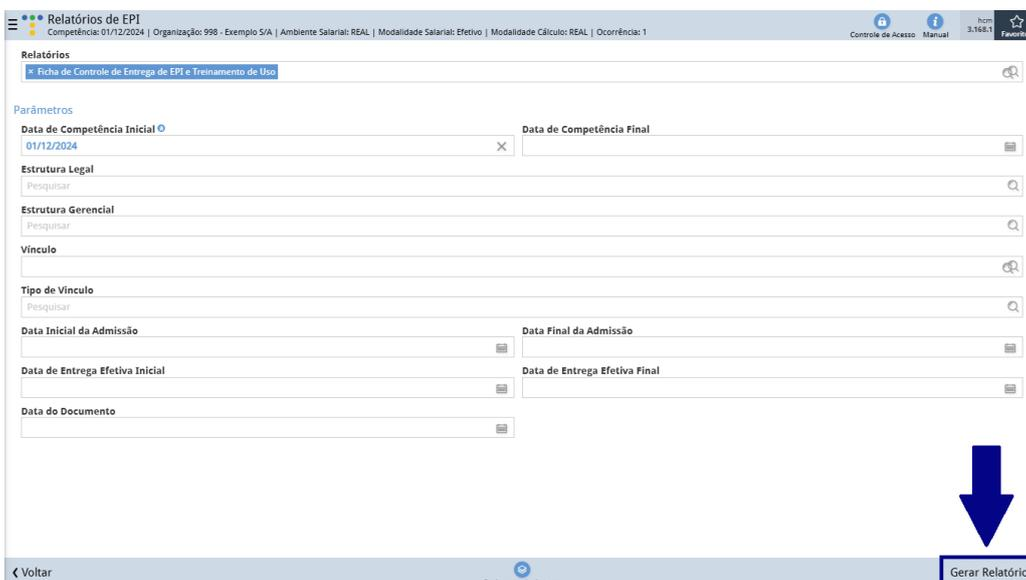

Figura 91: Gerar Relatório
4. Clique em **Gerar Relatório** (Figura 91).